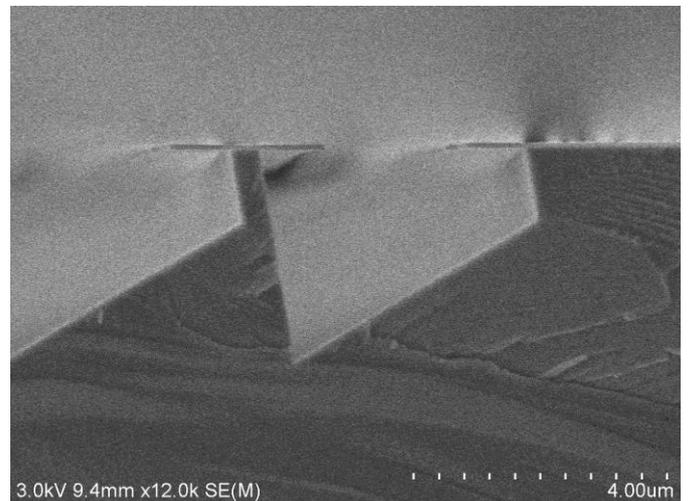

Fig. 2 Cross sectional SEM image after TMAH etching
Fig. 2 は、 $2\ \mu\text{m}$  幅の Line & Space パターンに対して  $80^\circ\text{C}$  で TMAH エッチングした (311) Si の断面 SEM 像である。予想以上にアンダーエッチングが大きく、約  $1.2\ \mu\text{m}$  のアンダーエッチングが観察された。(311) 面のエッチングレートは約  $0.72\ \mu\text{m}/\text{min}$  だった。